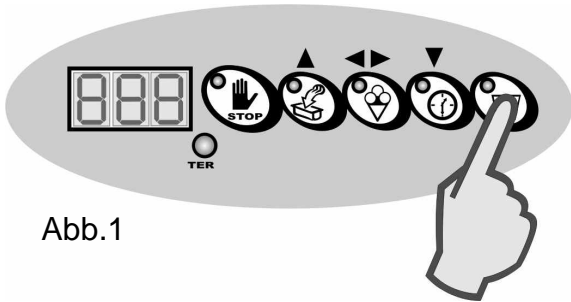

Abb.1
- Drücken Sie die Taste GRANITA (Abb.1).